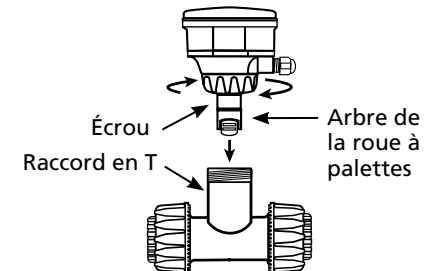

Figure 9
1. Suivre les instructions de montage du moteur et de la pompe (voir Figure 9).
2. Le module électronique du capteur de débit peut être facilement mis en place dans la chambre de débit au moyen du système de raccordement spécialement conçu pour cela (Figure 9).
3. Insérer l'arbre de la roue à palettes dans le raccord en T (Figure 9).
sens horaire (Figure 9).